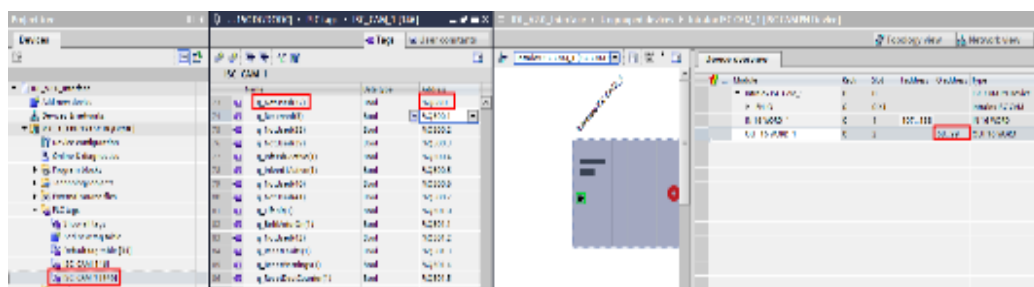

Figure 26: Updating Output ISC CAM PLC Tags for Project
9. 右击有 ISC 连接的 PLC 上的“以太网”树，见图 26。